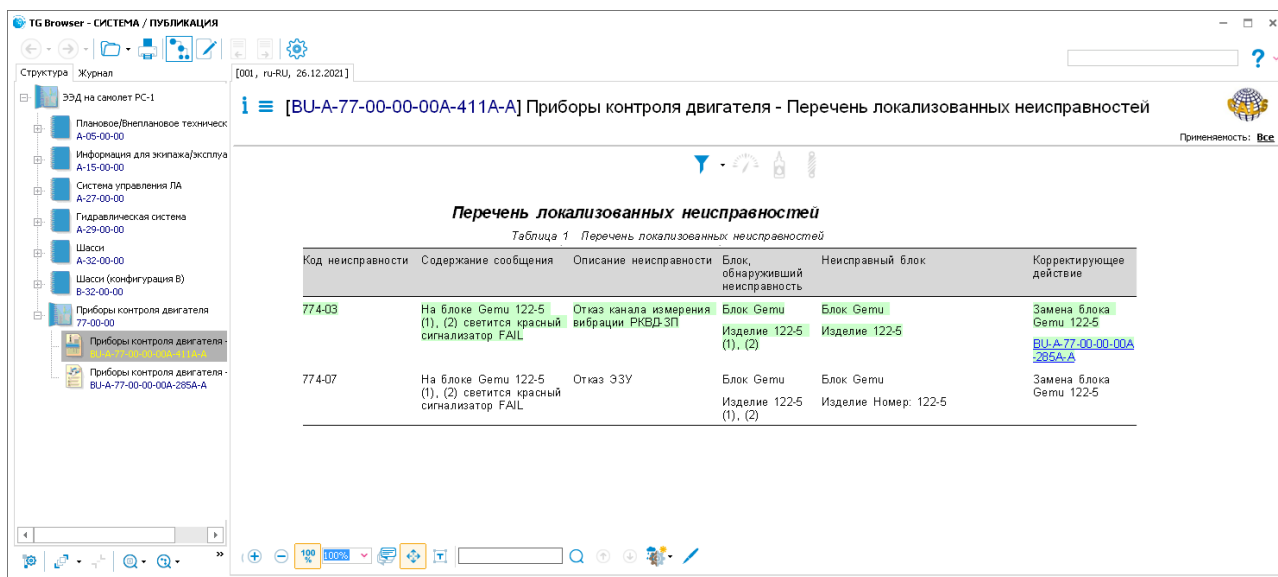

Рис. 159
2. На вкладке **Структура** выберите МД типа «Перечень локализованных неисправностей». В правом окне появится содержимое МД (Рис. 159).